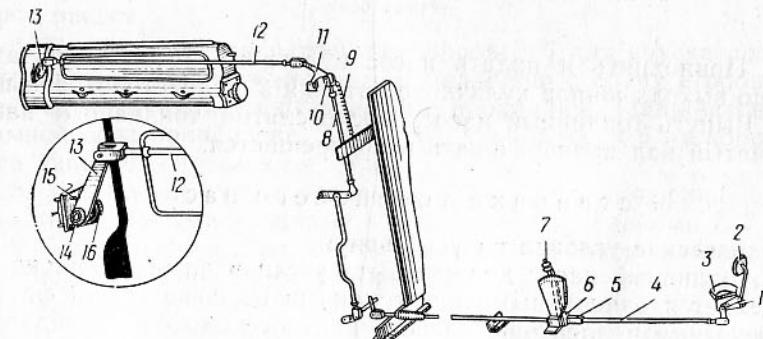

Рис. 54. Привод управления топливным насосом:
8. Расшплинтовать, вынуть пальцы и отединить тягу 12 (рис. 54) привода топливного насоса от рычагов 11 и 13. Снять тягу 12 в сборе.
4. Присоединить тягу 12 (рис. 54) привода топливного насоса к рычагам 11, 13, вставив пальцы с плоскими шайбами. Зашплинтовать пальцы шплинтами.
— поставить рукоятку 7 (рис. 54) ручного привода в крайнее заднее положение;